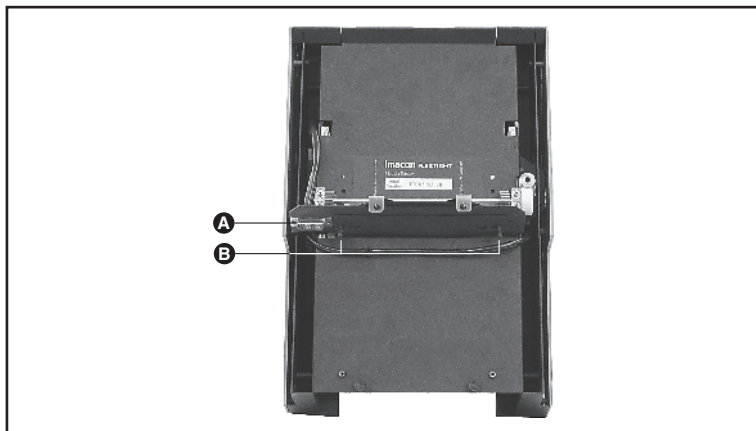

Figure 3 : Panneau arrière de l'alimentateur de traitement par lots, montrant le connecteur électronique (A) et les broches de montage (B).
- Allez chercher l'alimentateur de traitement par lots et étudiez son panneau arrière. Vous allez y voir un connecteur électronique (**A**) et une paire de broches de montage (**B**), tels qu'illustrés à la Figure 3 ci-dessous.